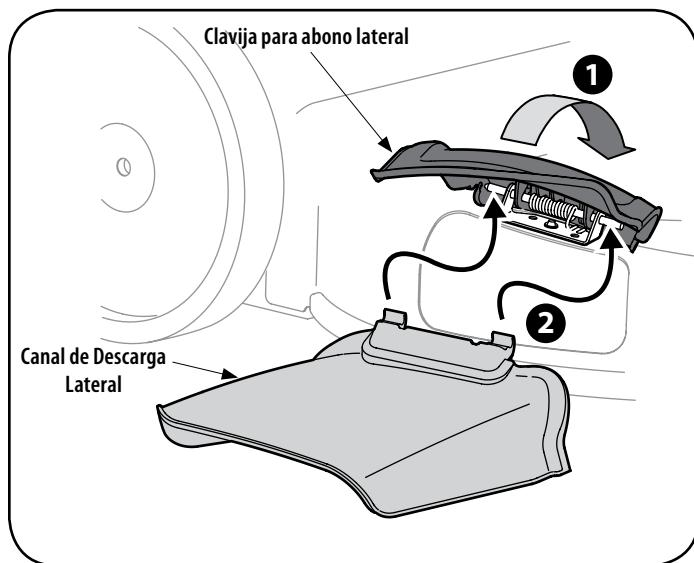

Figura 11
- Quite los tornillos y tuercas de mariposa transporte de manejador. Vea la Figura 11.
- Coloque el mango en una de las tres posiciones que se sienta más cómodo. Vea la Figura 11 inserción.